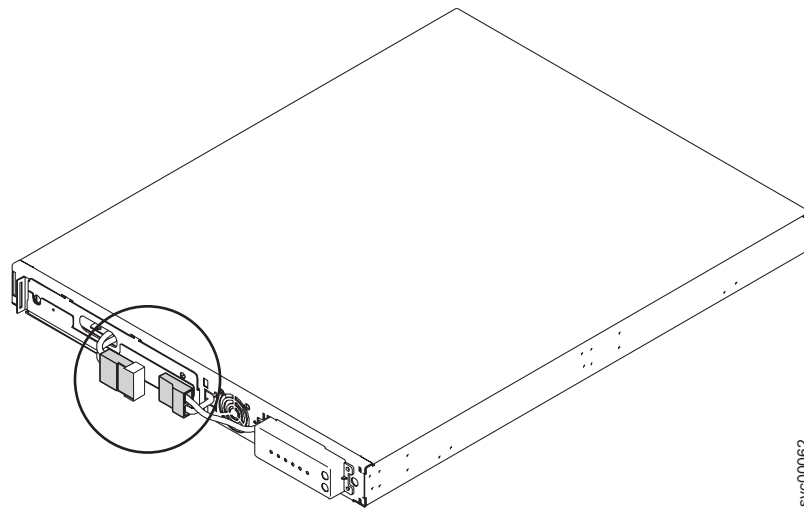

図 144. 保護テープ付きの内部バッテリー
6. 保護テープを内部バッテリーから外します。図 144 を参照してください。